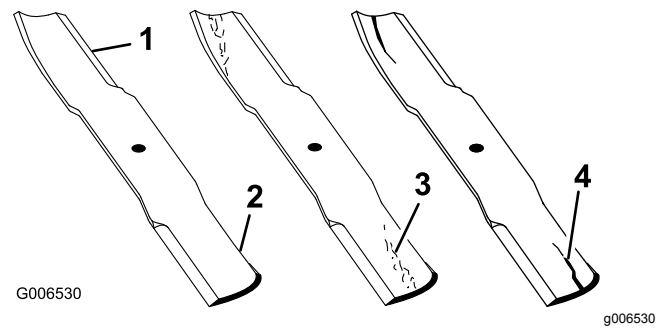

Figura 112
1. Inspeccione los filos de corte (Figura 112).
4. Si observa fisuras, desgaste o la formación de una ranura en esta zona, instale de inmediato una cuchilla nueva (Figura 112).